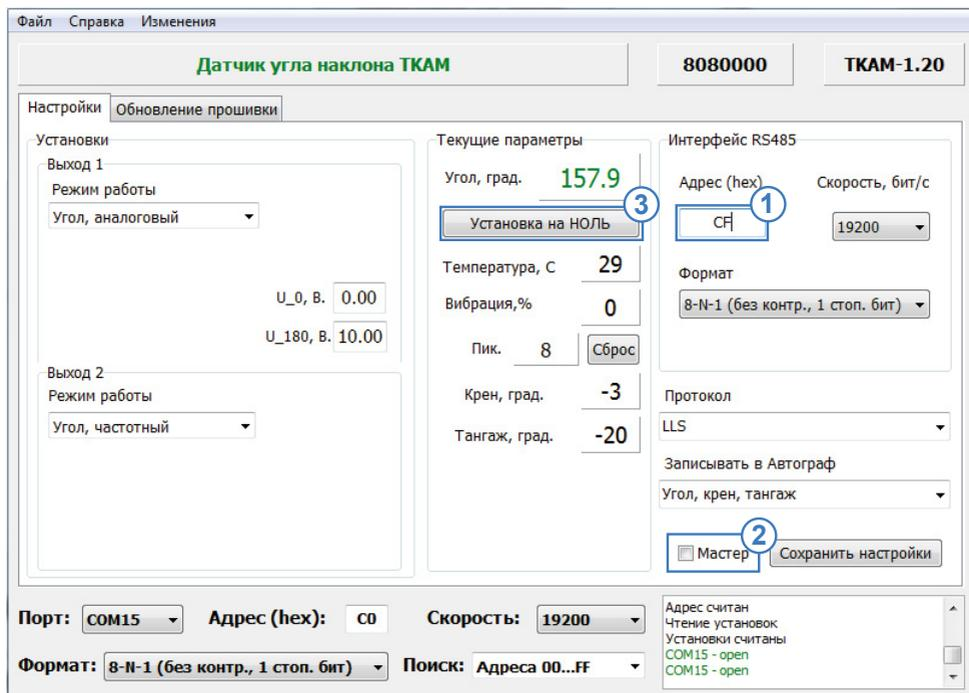

Рис.26. Настройка Помощника.
- Задать адрес помощника – CF (Рис.26, п.1).
- Убедиться, что опция «Мастер» отключена (Рис.26, п.2).
- Установить помощник в исходное положение и нажать кнопку «Установка на НОЛЬ» в программе «AGPConf» (Рис.26, п.3). Сохранить настройки.